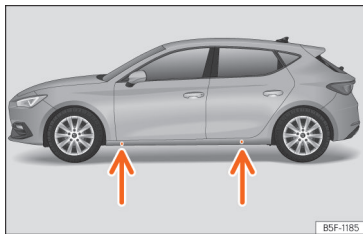

Fig. 243 Pontos de apoio do macaco.
- Procure na longitudinal a marca do ponto de apoio do macaco (zona afundada) mais próximo da roda a substituir » » Fig. 243.